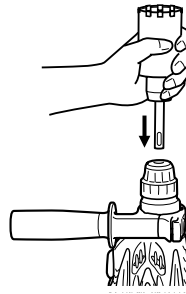

Fig. 19
- (2) Monter la queue de couronne sur le marteau rotatif à percussion. (Fig. 19)
- (3) Introduire la guijon central dans la plaque de guidage jusqu'à ce qu'il arrête.